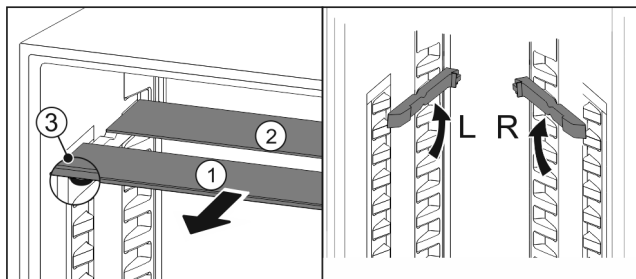

Fig. 54
- ▶ Wyciągnąć Fig. 54 (1) pojedynczo półki szklane do przodu.
- ▷ Płyta szklana Fig. 54 (1) z listwą ozdobną znajduje się z przodu.
- ▷ Stopery Fig. 54 (3) wskazują w dół.